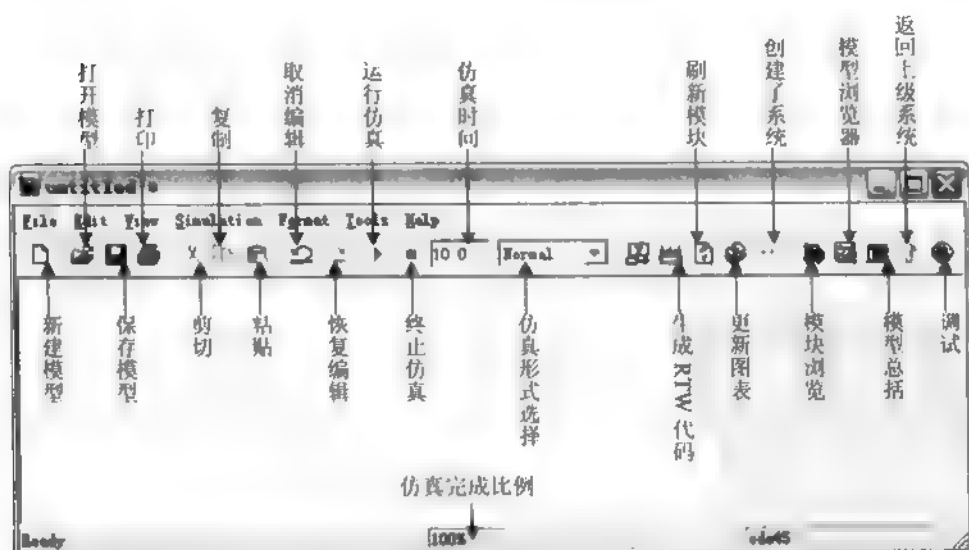

图 6.1 Simulink 工具栏功能说明图
- (1) 根据系统具体情况，建立数学仿真模型。
- (2) 打开一个空白模型编辑窗口，如图 6.1 所示。
(1) 根据图 6.1 所示的系统,建立数学仿真模型。